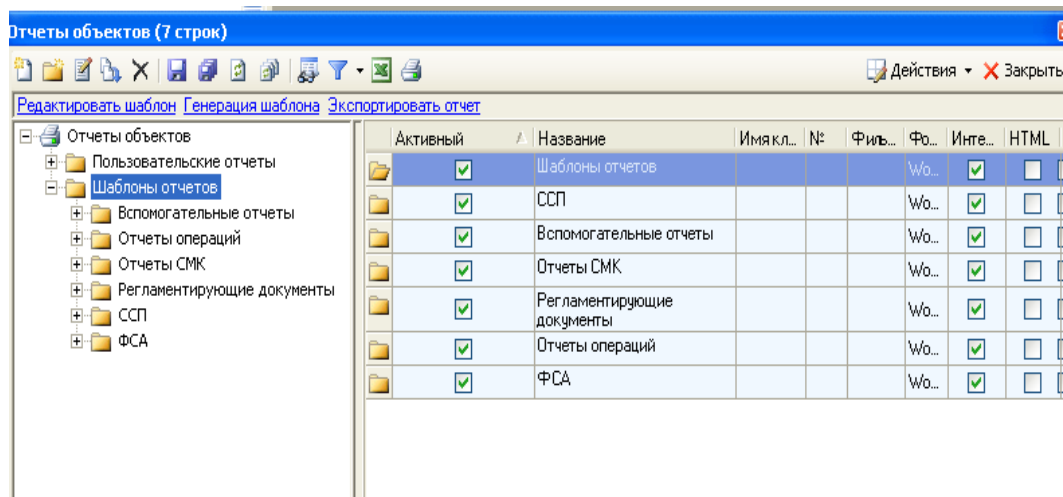

Рисунок 69 – Внешний вид окна справочника *Отчеты объектов*
2. В левой части окна справочника разверните последовательно структуру папок (рисунок 69).